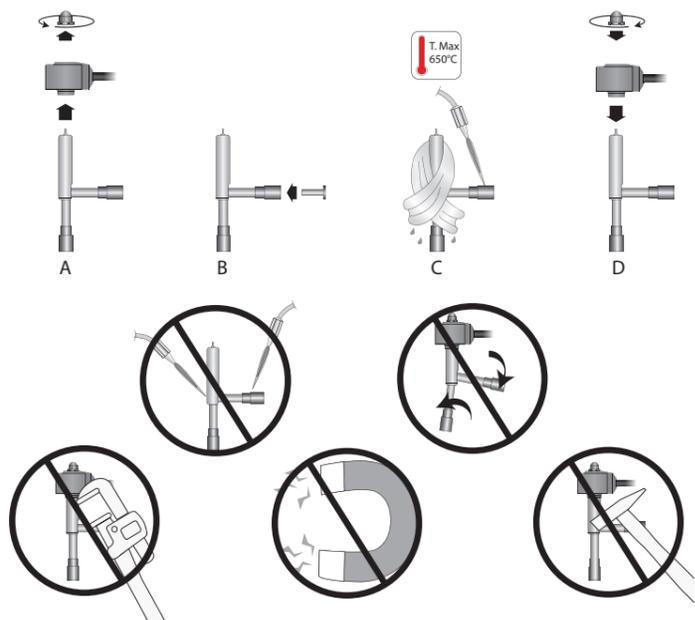

Fig. 2
2. inserire il filtro in rete metallica (opzionale) **esclusivamente sul raccordo laterale d'ingresso** (Fig.2-B) posizionandolo in battuta e bloccandolo col tubo del circuito, prima di saldare la valvola. Attenzione! Utilizzare questo filtro solo in modalità mono-direzionale. In caso di utilizzo della valvola in modo bidirezionale, prevedere idoneo filtro nel circuito;
2. install the metal mesh filter (optional) **exclusively on the side inlet connection** (Fig. 2-B), making sure it is fully inserted and secured in place by the pipe, before welding the valve. Important! Only use this filter for flow in one direction. If using the valve for flow in two directions, a suitable filter is required in the circuit;